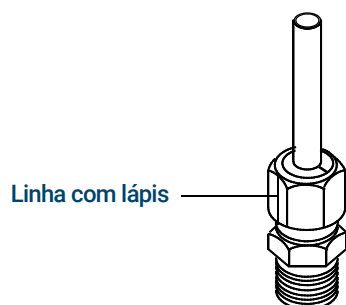

Figura 55. Marcar a conexão
- Marque uma linha com lápis na porca. Consulte **Figura 55**.